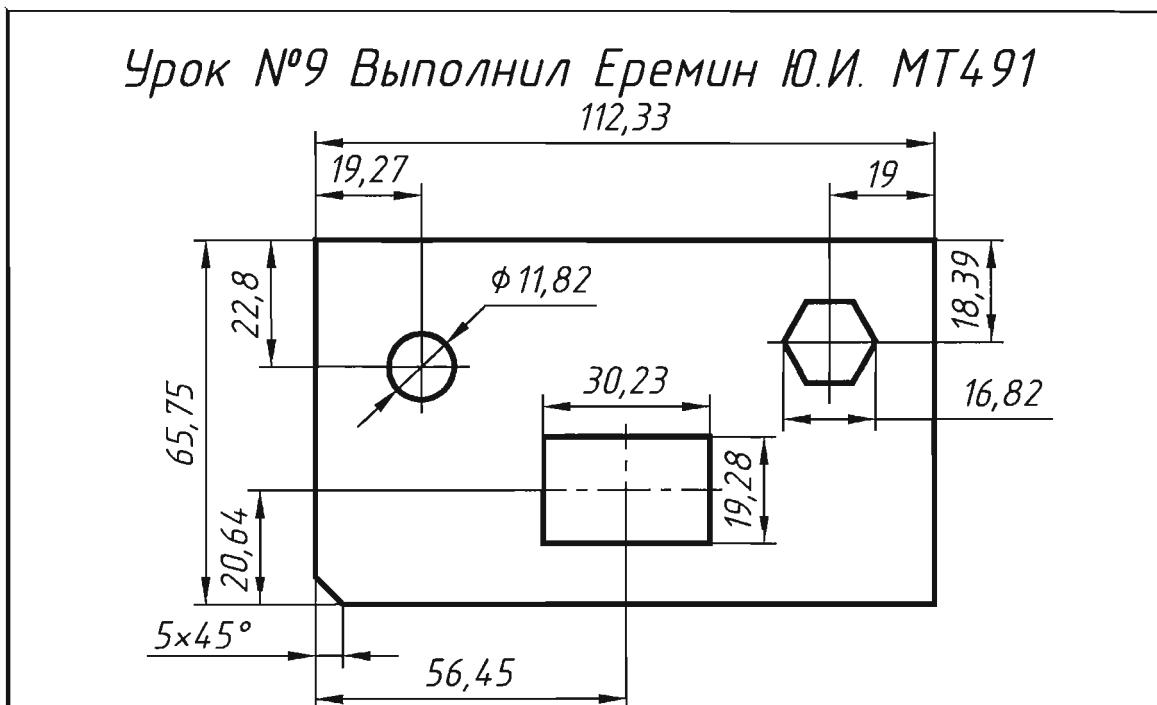

Рис. 10.1. Чертеж детали
- 10.2.1. Начертить деталь, приставить размеры. В построениях использовать привязку **Snap From** (Смещение) и режим объектного слежения **OTRACK** (рис. 10.1).